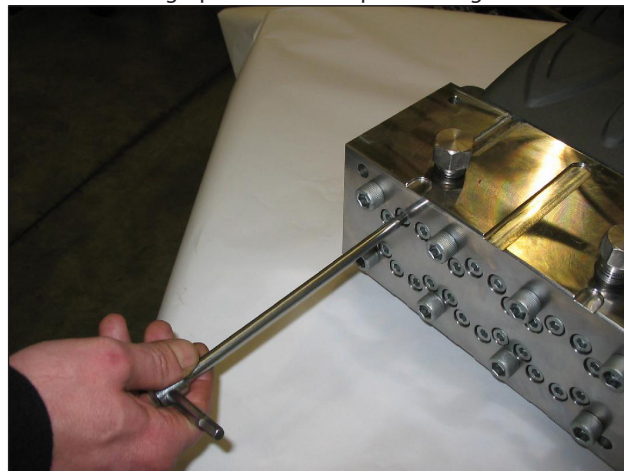

Fig. 34
- Aflojar, sin extraerlos, los tornillos M8x100 que fijan las camisas al cabezal para liberarlas, como se indica en la Fig. 34.